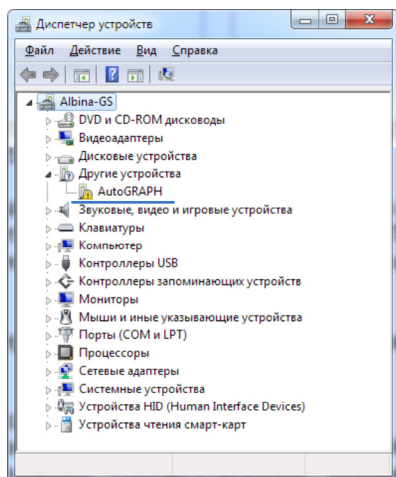

Рис.1.Новое устройство.
Рис.1а – Считывание карт SIM и Smart.
Рис.1б – Считывание карт RFID.
Бесконтактные карты (RFID) можно считать, приложив их к передней панели устройства (Рис.1б). Такую возможность поддерживают устройства «АвтоГРАФ-CardReader-SMART», начиная с серийного номера CR10080. Для бесконтактного считывания в настройках прибора «АвтоГРАФ-CardReader-SMART» должна быть включена функция периодического считывания.
- 3.В Диспетчере устройств вызовите «Мастер обновления драйверов» для нового устройства «AutoGRAPH» (Рис.1).